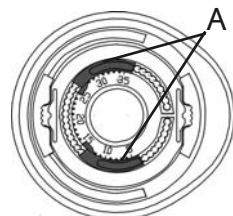

Fig. 2
**AJUSTE CAMPO DE TRABAJO DEL TERMOSTATO (fig. 2)**